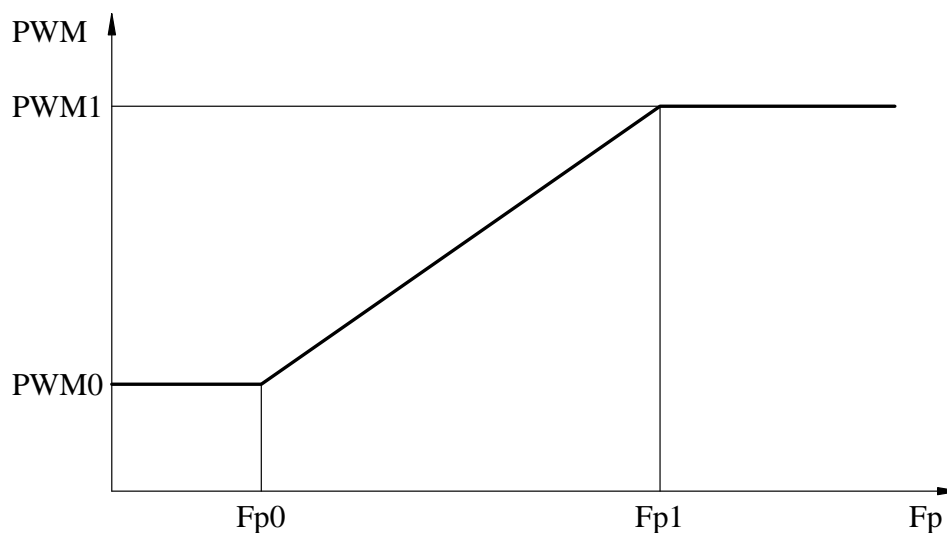

Рис. 5. Зависимость выходного относительного напряжения от частоты и табличных параметров.
3.8.7. **Тип 4** – параметры кривой выходного относительного напряжения ( $PWM=f(Fp)$ ) (рис.5).